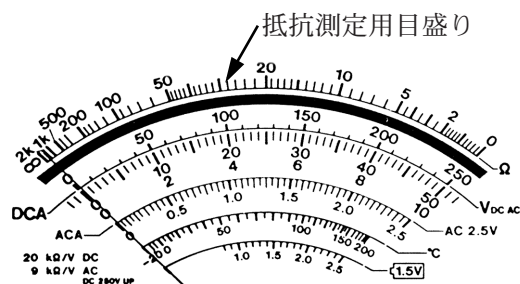

図 1 7
- ①レンジ切り換えつまみを  $\Omega$  の適当なレンジに合わせる。
- ②テストリードの赤と黒をショートして、メーターが 0  $\Omega$  を指すよう、0  $\Omega$  調整つまみを回して合わせる。(0  $\Omega$  調整つまみを右一杯に回しても 0  $\Omega$  まで振れない時は内蔵電池を新品と交換する。)
- ③テストリードを被測定物に当てる。
- ④メーターの振れを  $\Omega$  目盛りで読み取る。抵抗の目盛りは、電圧などの目盛りと大小関係が逆になっているので (図 1 7) 注意する。